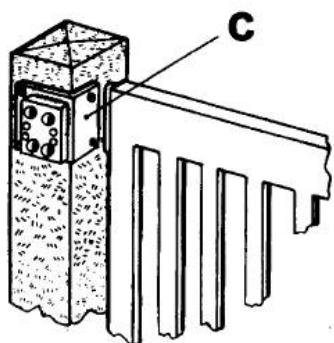
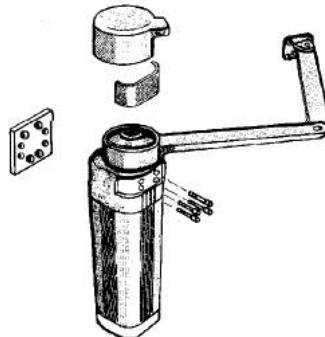

рис. 12
рис. 13
- Если рама (столб) каменная или очень большая, то кронштейн приваривается к угловой ответной части «С», которая в свою очередь крепится 4 винтами «Т» (рис. 12). После крепежа кронштейна устанавливается моторедуктор (рис. 13).